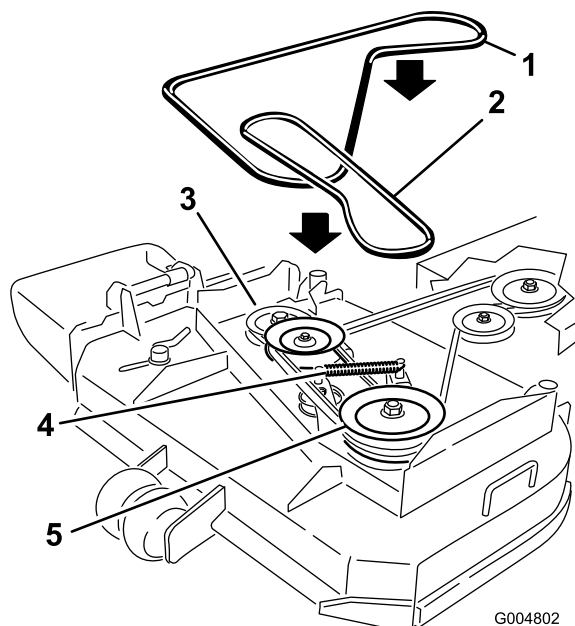

Figura 44
6. Desligue a mola do braço intermédio para aliviar o tensionamento no braço intermédio e polia intermédia, em seguida, retire a correia gasta do cortador (Figura 44).
7. Instale a nova correia do cortador em redor das duas polias do eixo exteriores, a polia intermédia e na ranhura inferior da polia dupla rotativa (Figura 44).
8. Ligue a mola do braço intermédio (Figura 44).
10. Ajuste o guia da correia a 3 mm da correia (Figura 44).